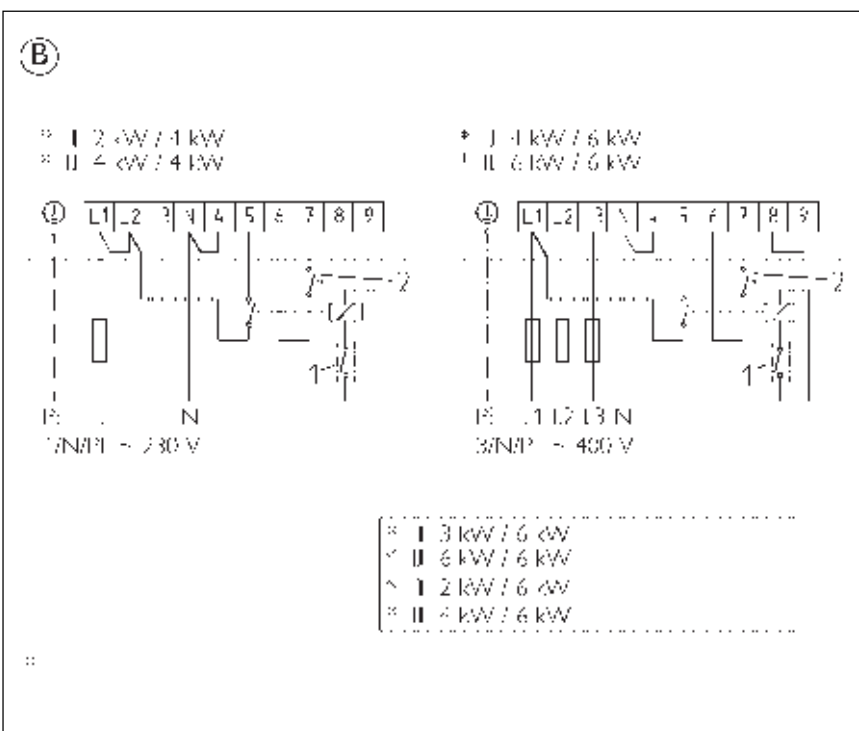

Рис. 8
- Присоединить защитный провод, прибор подключить согласно примерам подключения (рис. 8 или 9). Щит с данными обозначить наклейкой, находящейся на крышке распределительного устройства.
(B) Измерение одним счетчиком (рис. 8)